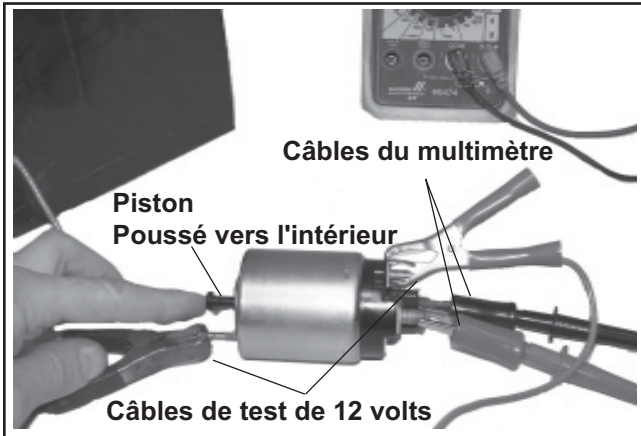

Figure 8-31. Test de continuité de la bobine de maintien/contact du solénoïde.
Utiliser un ohmmètre réglé sur une plage audible ou Rx2K et brancher les deux câbles de l'ohmmètre aux deux raccords larges. Effectuer le test précédent (3) et contrôler la continuité. Voir la figure 8-31. Le mètre doit indiquer une continuité. Dans le cas contraire, le solénoïde doit être remplacé. Répéter le test plusieurs fois pour confirmer l'état.